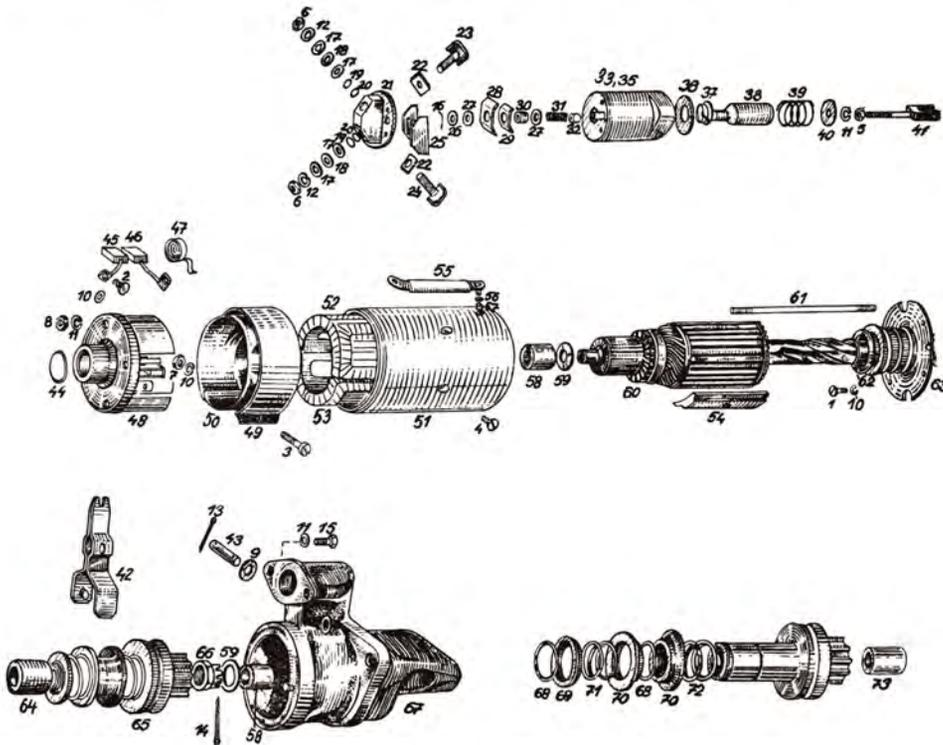

Abb. 59
Der Anlasser ist ein Reihenschluss-Elektromotor, für kurzfristigen Betrieb konstruiert. Das Anlassritzel ist ein Bestandteil des Freilaufes (Abb. 59/65), der am Steilgewinde der Welle verschiebbar aufgesetzt ist. In Eingriff wird er mittels eines zweiarmigen Hebels (Abb. 59/42) gebracht, der in die Muffe am Freilauf eingreift. Auf den Hebel wirkt die Zugkraft des Elektromagneten, der durch einen Druckknopf betätigt wird.
2. Die Mutter der Klemmschraube (Abb. 59/3) ist abzuschrauben und das Deckband (Abb. 59/49) abzunehmen.
3. Die Schraube M 5 (Abb. 59/2), welche die Bürstenskabel-Enden befestigen, sind auszusrauben und herauszunehmen.
5. Die Ausführung (Abb. 59/55) des Anlassers ist vom Schalter zu lösen.
6. Der Stator (Abb. 59/51) ist vom Lastendeckel (Abb. 59/67) abzunehmen.
12. Die Gabel des Muffenhebels (Abb. 59/41) ist zu
1. Der Schalterdeckel (Abb. 59/21) ist durch Ausschrauben von vier Schrauben M 4 abzunehmen.
2. Zwei Muttern (Abb. 59/6) der Kontaktschrauben (Abb. 59/23) sind abzuschrauben, die Sicherungsunterlagscheiben abzunehmen, die Isolations- und Metallunterlagscheiben sind zu entfernen. Nach Lockerung der Kontaktschraube fallen aus dem Schalterdeckel die Isolierscheiben heraus.